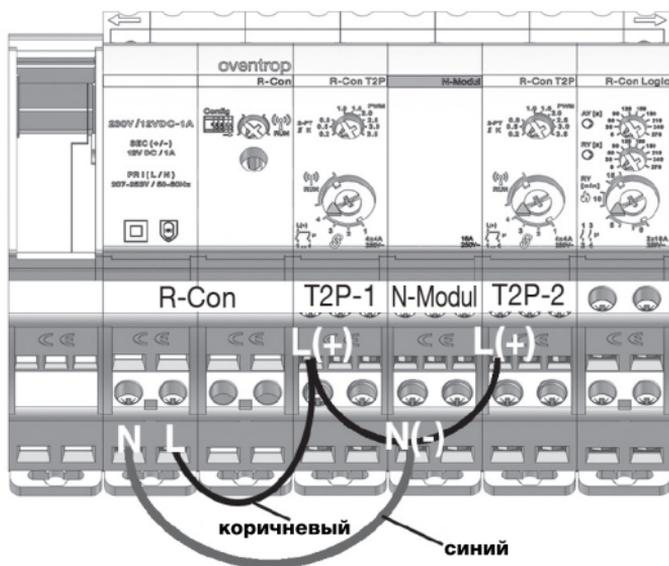

Рис. 15
1. Соедините нейтральный кабель N модуля R-Con с N модулем N(-). Используйте синюю перемычку (см. рис. 15).
3. Соедините имеющиеся регулирующие модули T2P L(+) между собой коричневой перемычкой (см. рис. 15).
3. Соедините существующие регулирующие модули T2P L(+) между собой коричневой перемычкой (см. рис. 15).